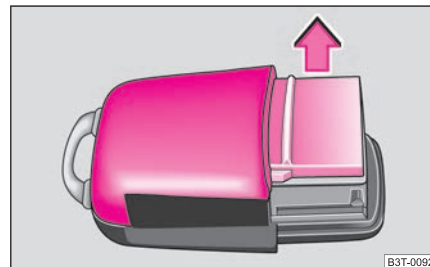

Fig. 24 Tapa de la carcasa del emisor
- Retire la tapa de la carcasa de la emisora ⇒ página 37, fig. 24 en la dirección de la flecha.